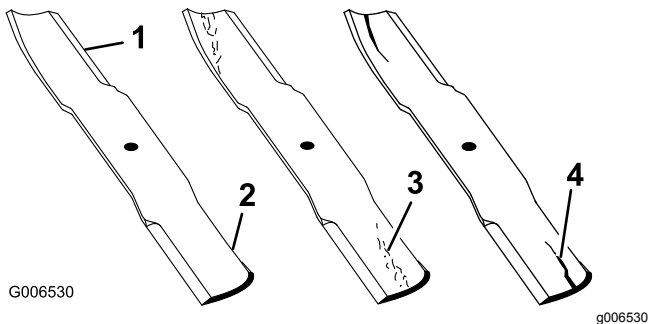

Figure 100
1. Examinez le tranchant des lames (Figure 100).
4. Remplacez immédiatement toute lame fendue, usée ou qui présente une entaille (Figure 100).